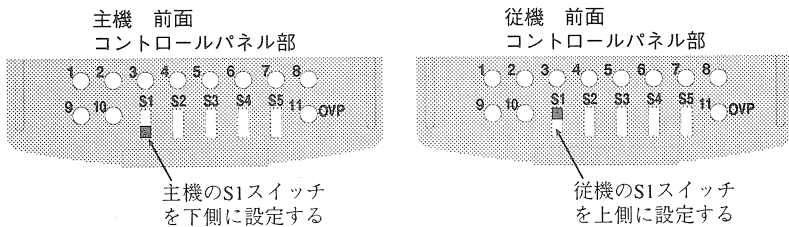

図3-10 ワンコントロール直列運転のコントロールスイッチの設定
- ① すべての電源の OUTPUT スイッチを OFF にします。
- ② すべての電源の POWER スイッチを OFF にします。
- ③ 主機にする電源を決めます。
- ④ 主機および従機のコントロールスイッチ S1 をそれぞれ図 3-10 のように設定します。